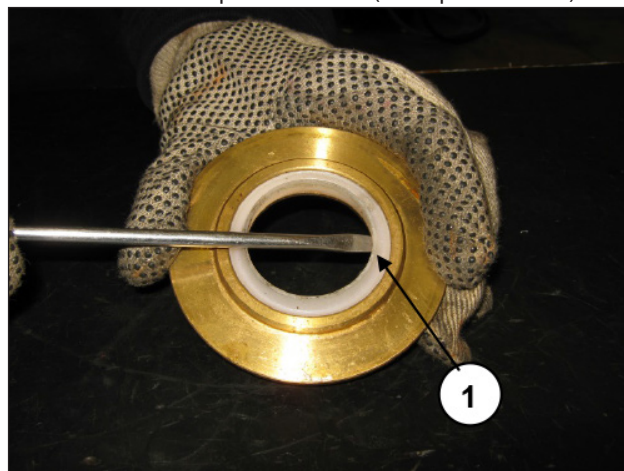

Fig. 112
Ahora, es posible desmontar retén utilizando las herramientas como se indica en la pos. ①, Fig. 112, sin dañar el alojamiento. Cuando sea necesario, desmontar el distanciador del pistón antes de extraer el soporte del retén (ver el punto 2.2.3.1).